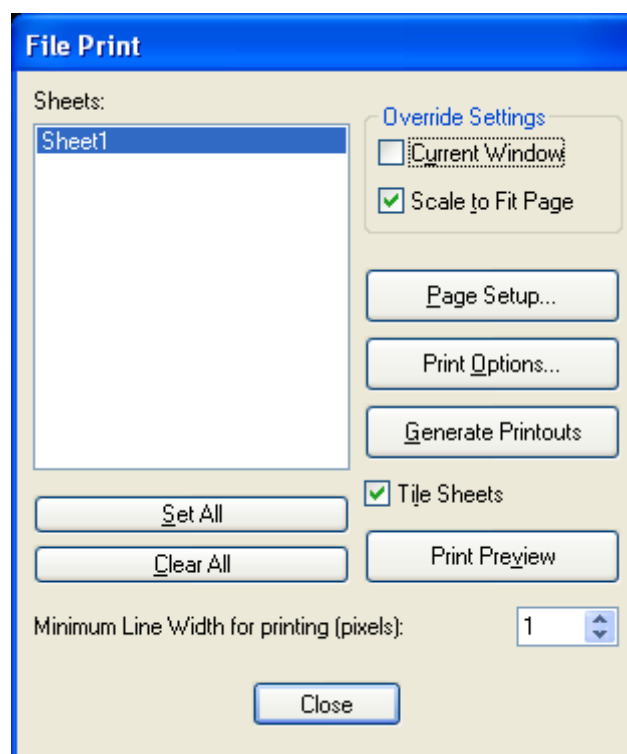

Рисунок 5.35 - Диалоговое окно **File Print** (Печать Файла)
- Затем по командам **File/Print** открыть одноименное окно (рис. 5.35), в котором: